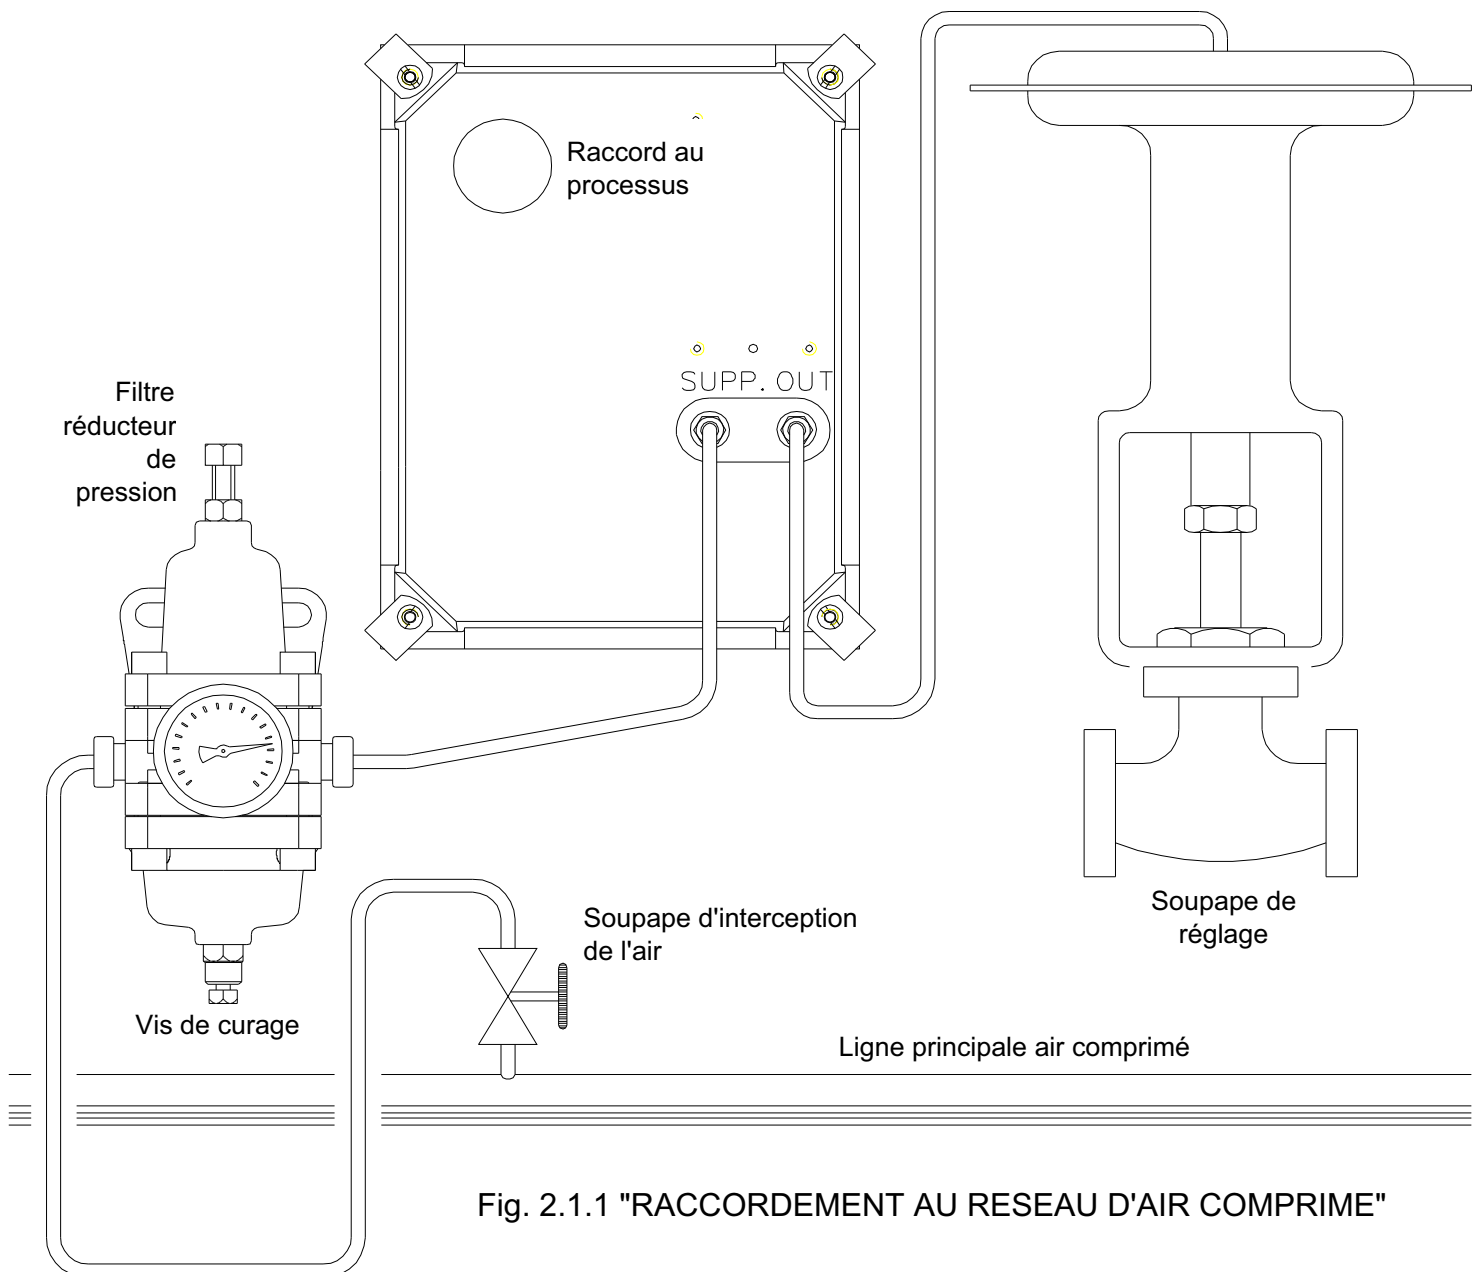
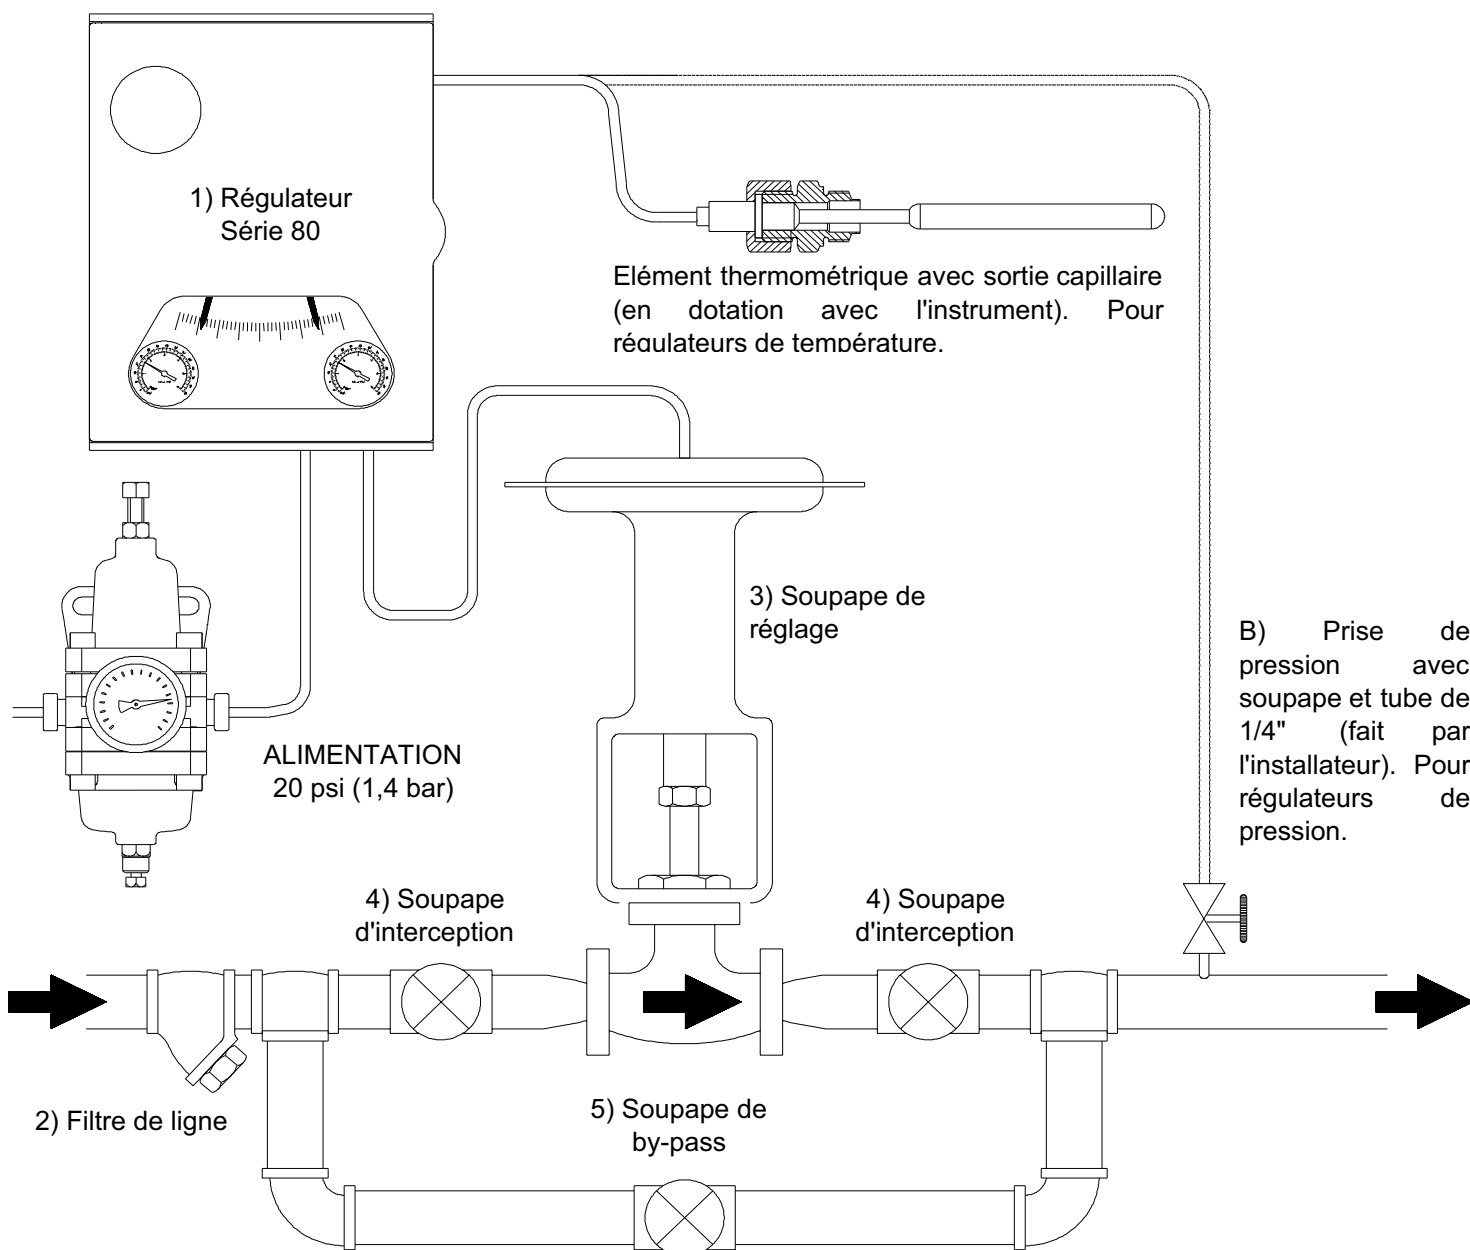
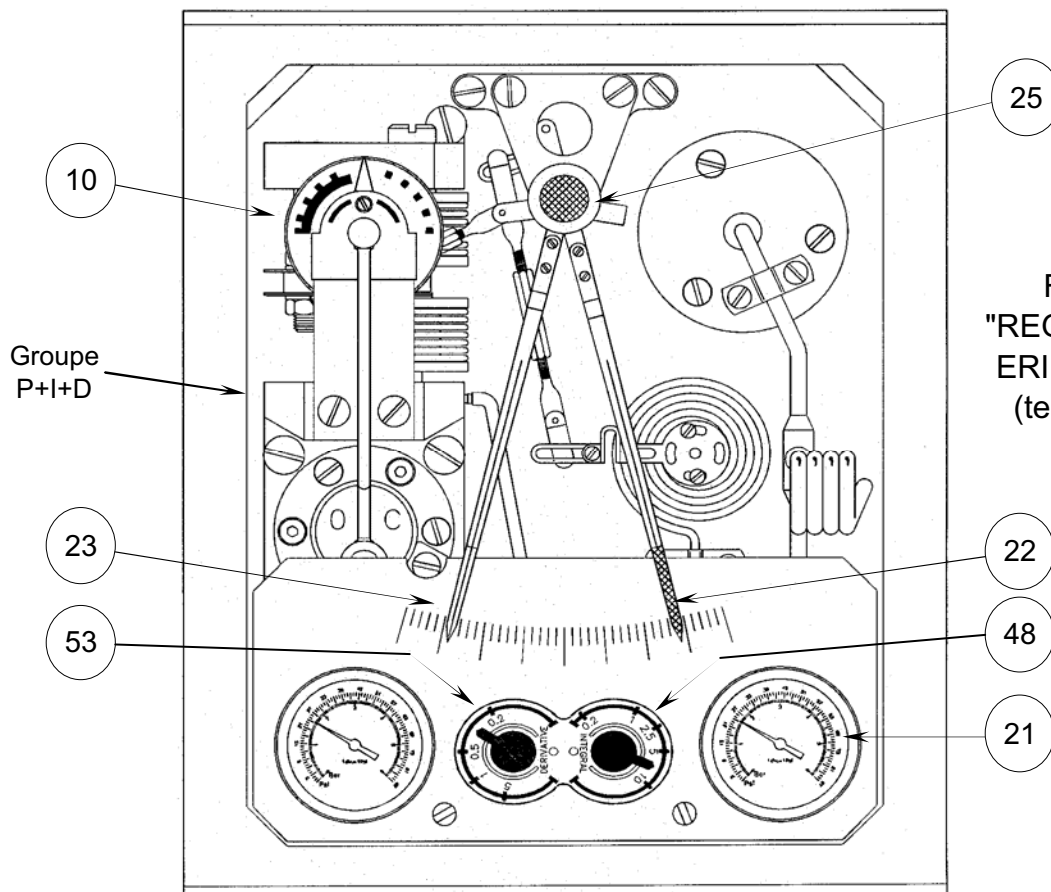

Fig. 2.1.1 "RACCORDEMENT AU RESEAU D'AIR COMPRIME"
Fig. 2.2.1 "RACCORDEMENT A LA SOUPAPE DE REGLAGE"
Fig. 3.4.1
2.1. RACCORDEMENT AU RESEAU D'AIR COMPRIME (Fig. 2.1.1)
2.2. RACCORDEMENT A LA SOUPAPE DE REGLAGE (Fig. 2.2.1)
C - Ouvrir totalement les soupapes d'interception placées en amont et en aval de la soupape de réglage en s'assurant que la soupape de by-pass soit fermée (Voir Fig. 2.2.1)
A - Alimenter l'appareil avec de l'air à 20 psi ($\pm 1,5$) et ouvrir la vis de curage du filtre réducteur de pression (voir Fig. 2.1.1) jusqu'au complet échappement d'éventuels condensats.
D - Si la soupape de réglage (3) est équipée d'un by-pass (5), contrôler que celle-ci soit bien fermée et que la soupape d'interception en aval (4) soit complètement ouverte (voir Fig. 2.2.1).
E - Ouvrir lentement et complètement la soupape d'interception en amont de la soupape de réglage (voir 4 Fig. 2.2.1).
D - Si la soupape de réglage (3) est équipée d'un by-pass (5), contrôler qu'elle soit bien fermée et que la soupape d'interception en aval (4) soit complètement ouverte (voir Fig.2.2.1).
E - Ouvrir lentement et complètement la soupape d'interception en amont de la soupape de réglage (4 Fig. 2.2.1).
E - Si la soupape de réglage (3) est équipée d'un by-pass (5), contrôler que celle-ci soit bien fermée et que la soupape d'interception en aval (4) soit complètement ouverte (voir Fig.2.2.1).
F - Ouvrir lentement et complètement la soupape d'interception en amont de la soupape de réglage (4 Fig. 2.2.1).
3.4. REGULATEUR PROPORTIONNEL + INTEGRAL + DERIVATEUR (P+I+D) (Fig. 3.4.1)
- A** - Ouvrir la soupape de l'action dérivée en tournant la poignée (53) dans le sens des aiguilles d'une montre jusqu'à l'arrêt.
- B** - Alimenter l'appareil avec de l'air à 20 psi ($\pm 1,5$) et ouvrir la vis de curage du filtre réducteur de pression (voir Fig. 2.1.1) jusqu'au complet échappement d'éventuels condensats.
- C** - Ouvrir la soupape de l'action intégrale en tournant la poignée (48) dans le sens des aiguilles d'une montre. En agissant sur la poignée de "Set-Point" (25), déplacer l'indicateur rouge (22) du régulateur de façon à conduire le manomètre du signal en sortie (21) à la valeur de 9 psi. Fermer complètement la soupape (48) en la tournant dans le sens contraire des aiguilles d'une montre jusqu'à l'arrêt.
- D** - En agissant de nouveau sur la poignée de "Set-Point" (25), placer l'indicateur rouge (22) du régulateur sur la valeur désirée.
- E** - Tourner la bande proportionnelle (10) à 20% en s'assurant que l'action de l'instrument soit celle demandée (DIRECT = signal de sortie directement proportionnel au variable réglé; REVERSE = signal de sortie inversement proportionnel au variable réglé).
- F** - Si la soupape pneumatique (3) est équipée d'un by-pass (5), contrôler que celle-ci soit bien fermée et que la soupape d'interception en aval (4) soit complètement ouverte (voir Fig.2.2.1).
- G** - Ouvrir lentement et complètement la soupape d'interception en amont de la soupape (4 Fig. 2.2.1).
- L** - Il arrive parfois que l'indicateur noir de mesure ne coïncide pas parfaitement avec l'indicateur rouge de la valeur désirée. Pour éliminer l'écartement, ouvrir graduellement la soupape (48) de l'action intégrale jusqu'à la superposition des indicateurs et causer une perturbation artificielle en déplaçant rapidement l'indicateur rouge de Set-Point; si la plume écrivante commence à osciller fermer lentement la soupape (48) jusqu'à l'amortissement de l'oscillation et à la superposition des deux indicateurs. Causer de nouveau une perturbation et vérifier l'oscillation de la plume écrivante; si nécessaire agir encore sur la soupape (48) et répéter le contrôle. Si, durant cette opération, le manomètre (21) indique des valeurs inférieures à 4 psi ou supérieures à 12 psi, fermer graduellement la soupape (53) de l'action dérivée, jusqu'à atteindre des valeurs entre 4+12 psi pendant le réglage.
- A** - Alimenter l'appareil avec de l'air à 20 psi ($\pm 1,5$) et ouvrir la vis de curage du filtre réducteur de pression (voir Fig. 2.1.1) jusqu'au complet échappement d'éventuels condensats.